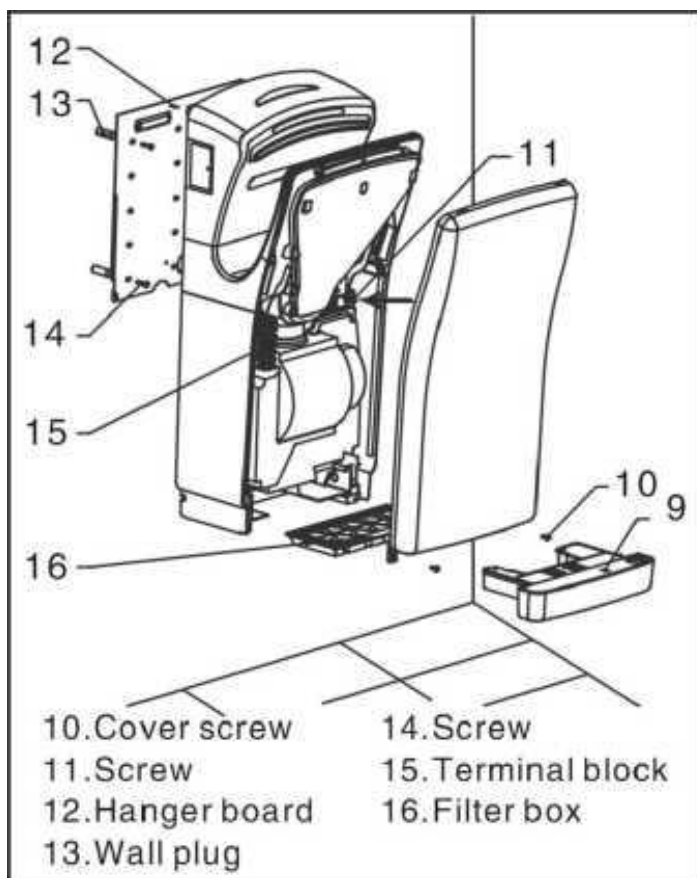

рис.2
3. Снимите и сохраните контейнер, 2 винты крышки и крышку (рис.2).